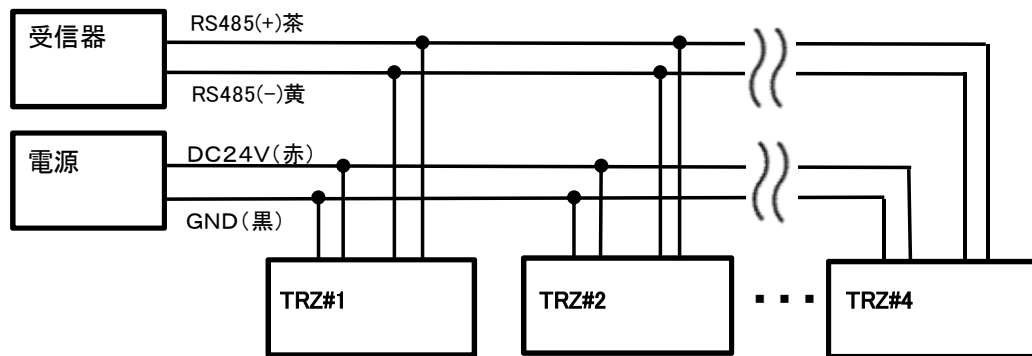

図 4-4 受信器との接続（RS485 出力仕様：R）
- ・ 図 4-4 のように複数台本機を接続する場合は、電力供給能力に余裕がある電源を選定してください。目安は、接続台数×1.5W 以上です。
- ・ 受信器から物理的に一番距離の遠い本機についてのみ通信ライン間の終端抵抗 100Ω を有効にしてください。図 4-4 の場合（TRZ#4）が該当します。